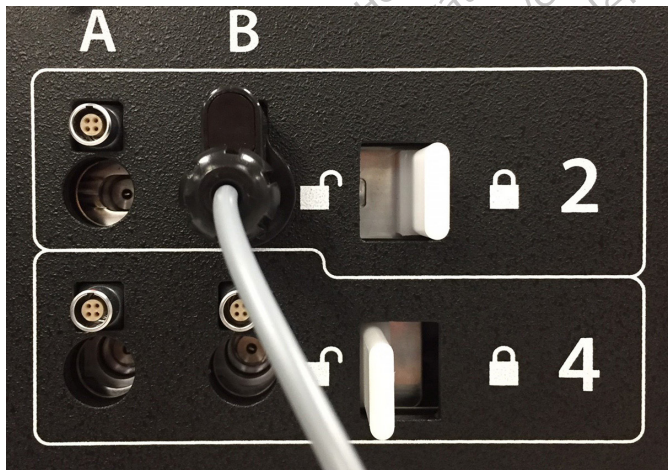

Abbildung 14. Blockieren der Nadel im Kanal
- Nachdem Sie eine Nadel in den gewünschten Kanal eingelegt haben, blockieren Sie den Kanal durch seitliches Verschieben der Verriegelung weg von der Gerätemitte (Abbildung 14).